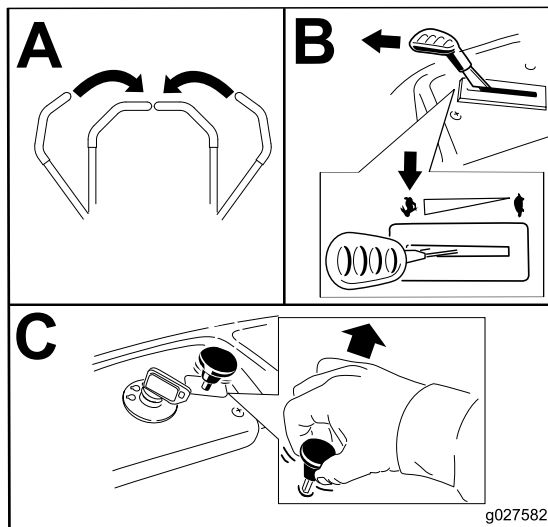

Figura 11
Nota: Inserite sempre le lame con l'acceleratore in posizione MASSIMA (Figura 11).
1. Disinnestare le lame spingendo il relativo comando in posizione di SPEGNIMENTO (Figura 11).